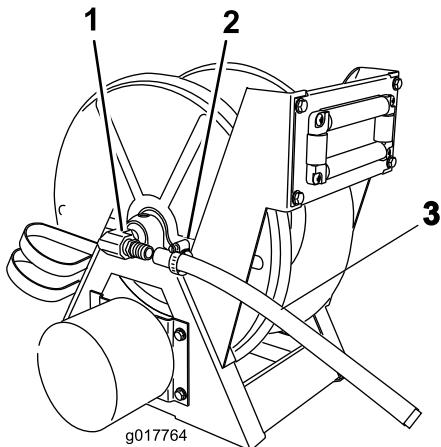

Figura 16
- Coloque una abrazadera sobre el extremo de la manguera e instale la manguera sobre la espiga en ángulo recto del conjunto del carrete (Figura 16).